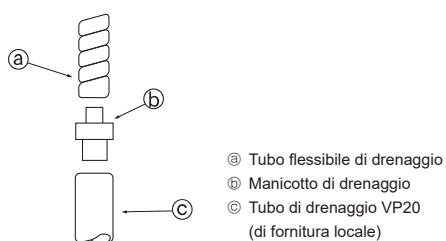
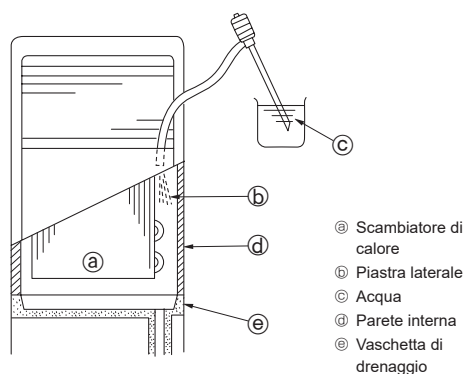

Fig. 5-1
Fig. 5-2
- ① Scambiatore di calore
- ② Piastra laterale
- ③ Acqua
- ④ Parete interna
- ⑤ Vaschetta di drenaggio
5.1. Collegamento della tubazione di drenaggio (Fig. 5-1)
- Per collegarsi al tubo VP20, utilizzare il manicotto di drenaggio ②, fornito come accessorio. Fissare saldamente il manicotto al tubo con un nastro adesivo al cloruro di vinile in modo che non vi siano fuoriuscite di liquido.
5.2. Controllo dello scarico del drenaggio (Fig. 5-2)